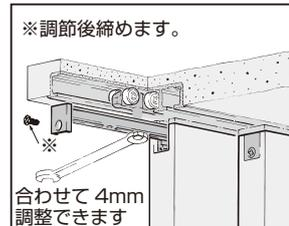
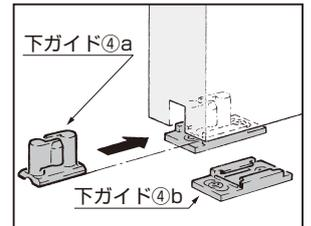

図 2-3
図 2-4
(4) 高さの調節を、図2-3のように行ってください。
(5) 上ローラー①の戸端のねじを締めてください。
(6) 下ガイド④bに、下ガイド④aを組み込んでください(図2-4)。